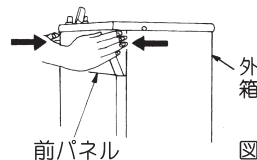

図7
- 1 前パネルの爪を外箱の角穴に合せ両側面を内側に押し（図7）